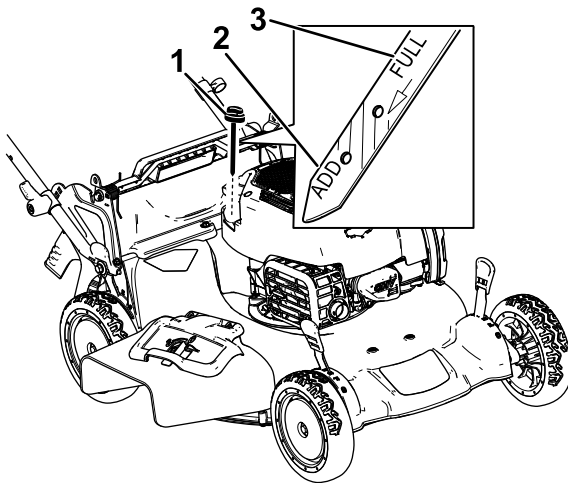

Bild 8
2. Entfernen Sie den Peilstab, indem Sie den Deckel nach links drehen und herausziehen (**Bild 8**).
6. Lesen Sie den Ölstand am Peilstab ab. (**Bild 8**)